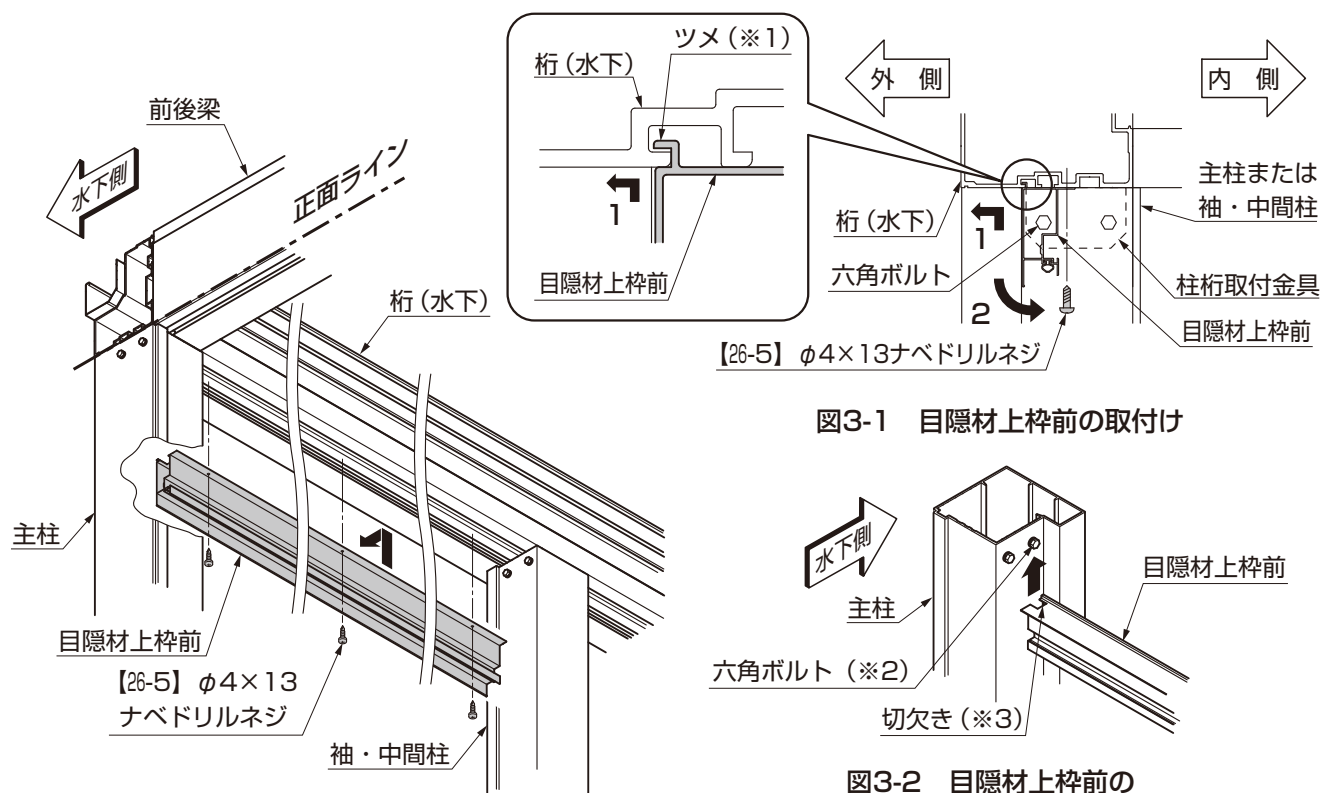

図3-1 目隠材上枠前の取付け
①目隠材上枠前のツメ (※1) を、桁底部の溝に引っ掛けて、【26-5】で固定してください。(図3-1参照)